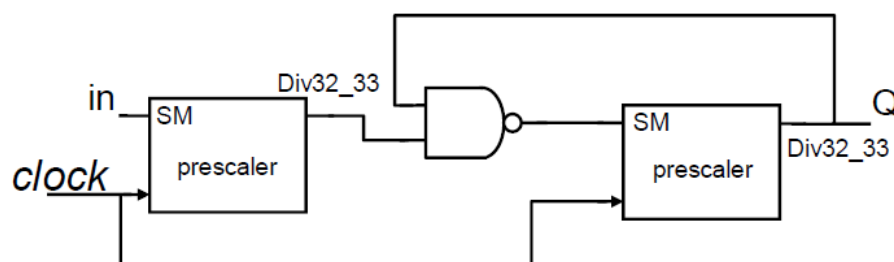

Figura 2: Circuito utilizando o Prescaler.
7. Considere o circuito da **Figura 2** (não tem função alguma, servindo apenas para ilustração). Desenhe o esquemático desse circuito utilizando a célula *NAND23* e o prescaler anterior (faça as devidas checagens).